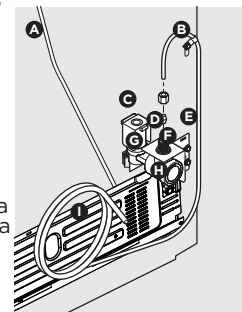

Figura 1
4. **Si utiliza una tubería de cobre**, coloque la tuerca de compresión de latón y luego el casquillo (manguito) en la tubería. Introduzca la tubería de suministro de agua hasta el fondo en la válvula de admisión (1/4 in/6,4 mm). Deslice el casquillo (manguito) en la válvula de admisión y apriete a mano la tuerca en la válvula. Dele otra media vuelta de apriete con una llave. **EVITE** apretarla en exceso. Consulte la figura 1.